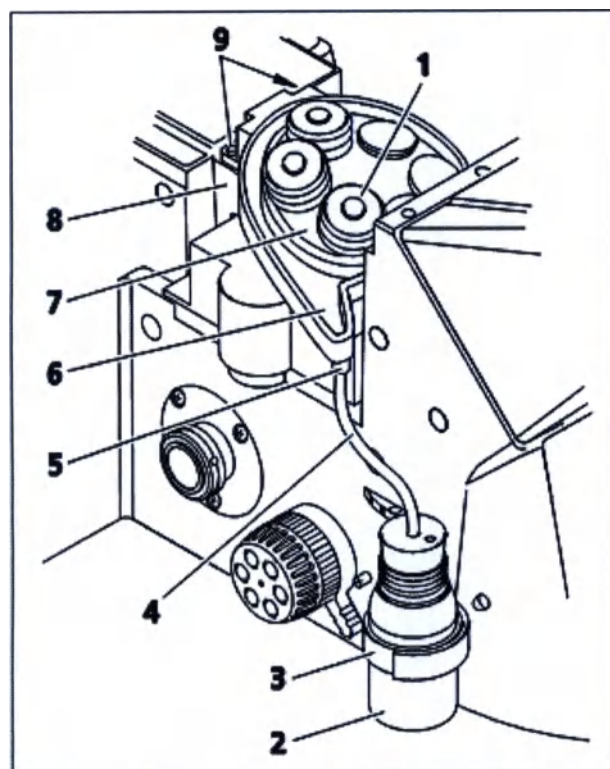

Рис. 20 Установка системы защиты Aqua Stop II
- Установите поддон (рис. 20/6) на крепление турели (рис. 20/8) и закрепите его двумя винтами (рис. 20/9).
- Установите покрывающий диск (рис. 20/7) на турель.
- Накройте каждый объектив защитным колпаком подходящего размера (рис. 20/1).
- Установите дренажную трубку (рис. 20/4) на коллектор (рис. 20/5). Проведите другой конец трубки через отверстие в пробке бутылки (рис. 20/2) так, чтобы она выступала из отверстия на 3...4 мм.
- Установите прилагаемую застежку-липучку (рис. 20/3) на штатив. Закрепите бутылку на штативе при помощи застежки.